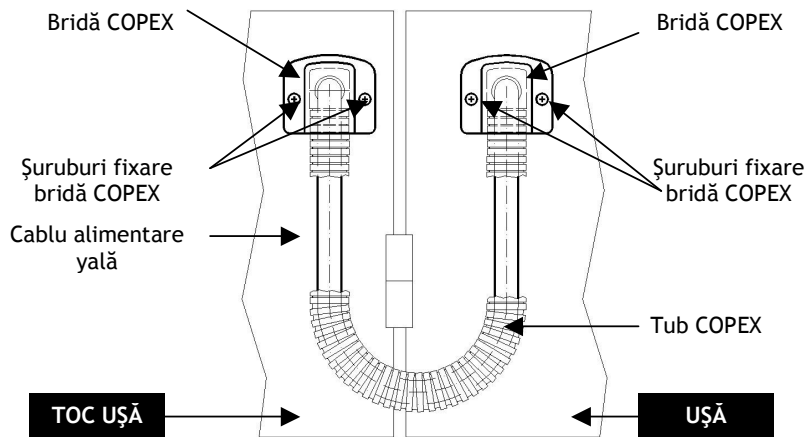

Fig. 2 Montajul unui set de legătură flexibilă COPEX
- Pentru trecerea cablului de alimentare de pe toc pe ușă, recomandăm utilizarea *setului de legătură flexibilă COPEX- LEG.FLX.USA* (vezi Fig. 2)